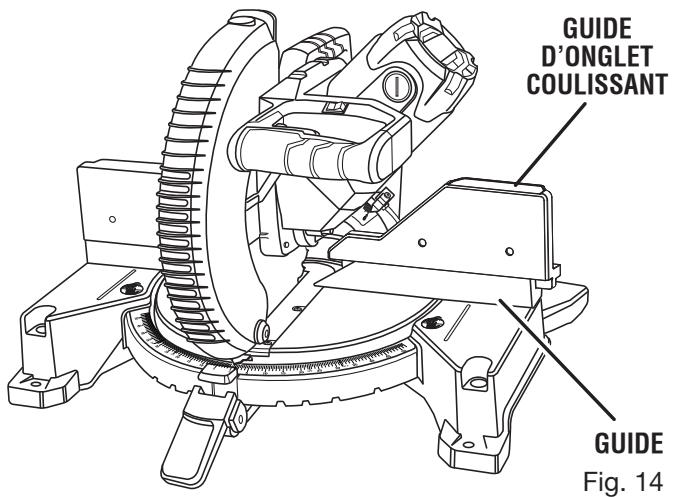

Fig. 14
Voir les figures 14 à 20
- Retirer les guides d'onglet coulissants du guide. *Voir la figure 14.*